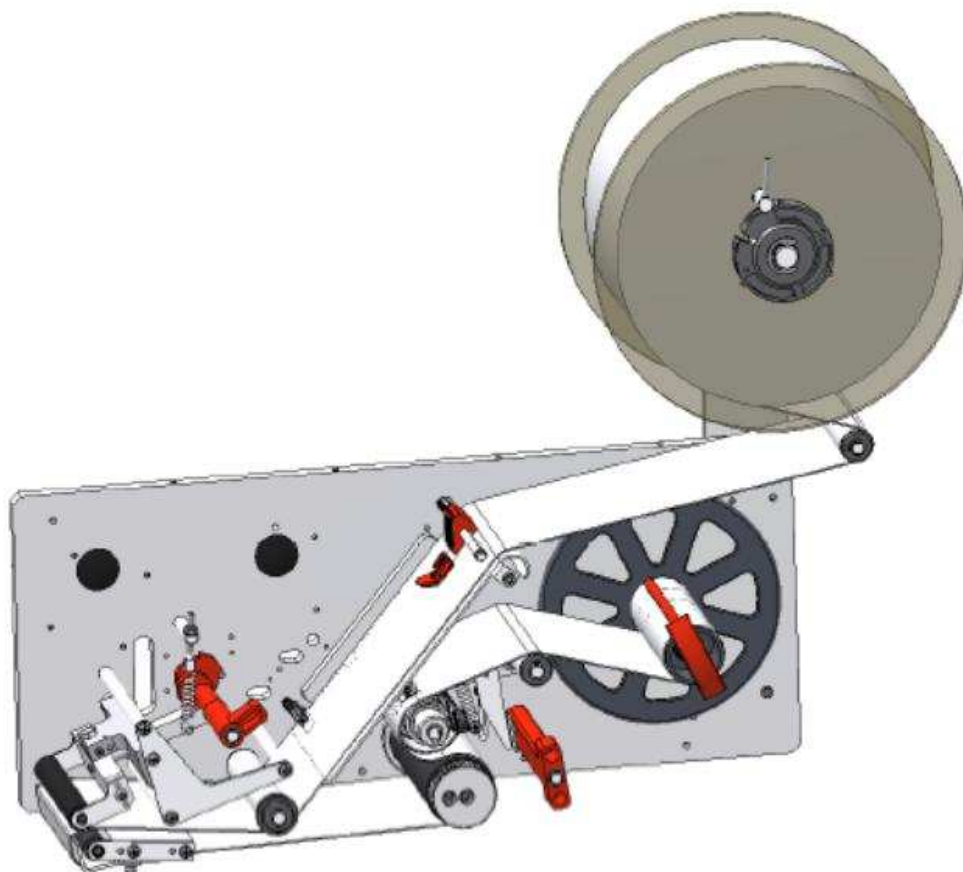

FIGURA 5
(Vedere figura 5 e Capitolo 7)
6. SOSTITUZIONE DELLE ETICHETTE (Vedere figura 5)